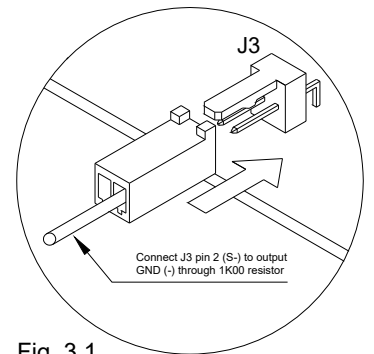
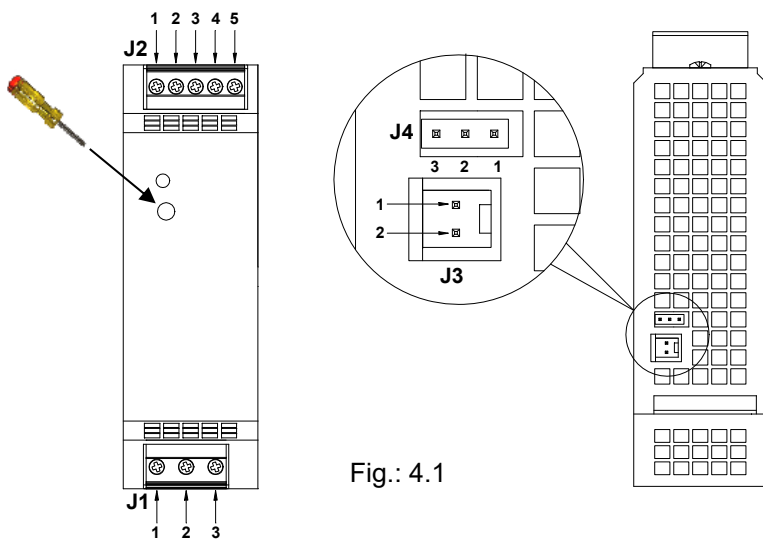

Fig. 3.1
Fig.: 4.1
7.2.1 Eingang (siehe Fig. 4.1, Fig. 4.2, Fig. 4.3 und Fig. 4.4 → Verbinder J1):
7.2.2 Ausgang (siehe Fig. 4.1, Fig. 4.2, Fig. 4.3 und Fig. 4.4 → Verbinder J2):
7.2.3 Potentialfreier Kontakt (siehe Fig. 4.1, Fig. 4.2, Fig. 4.3 → Verbinder J2; Fig. 4.4 → Verbinder J5):
7.2.4 Aktiver Signalausgang (siehe Fig. 4.1, Fig. 4.2, Fig. 4.3 → Verbinder J2; Fig. 4.4 → Verbinder J5):
Um ein sicheres und zuverlässiges Aufstarten zu gewährleisten sollte der Jumper J4 gesetzt werden (siehe Fig. 4.1, Fig. 4.2, Fig. 4.3 und Fig. 4.4). Ist der Jumper zwischen Pin 1 und Pin 2 des Verbinders J4 gesetzt ist die Stromversorgung für einen normalen Betrieb eingestellt. Um typengleiche Stromversorgungen parallel zuschalten muss der Jumper zwischen Pin 2 und Pin 3 des Verbinders J4 gesetzt sein. Bei der Auslieferung ist dieser Jumper für den Normalbetrieb eingestellt (zwischen Pin 1 und Pin 2 der Verbinders J4).
Die TSP Stromversorgung stellt eine externe EIN/AUS Funktion zur Verfügung, indem der Pin 2 am Verbinder J3 (siehe Fig. 3.1, Fig. 4.1, Fig. 4.2, Fig. 4.3 und Fig. 4.4) benutzt wird. Über eine Verbindung mit einen 1kΩ Widerstand zwischen Pin 2 Verbinder J3 (-S) und Verbinder J2, Pin 1 (-Vout) wird die Stromversorgung ausgeschaltet. Sobald diese Verbindung unterbrochen wird, stellt die Stromversorgung die eingestellte Ausgangsspannung wieder zur Verfügung.